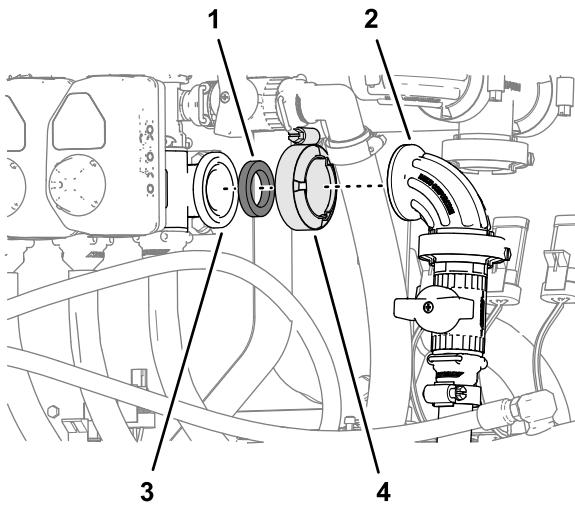

图139
4. 使用在步骤 1 中卸下的法兰夹具和垫片将可选喷枪杆套件或电动软管卷套件切断阀的 90° 接头组装到喷嘴阀 10 的法兰上并用手紧固夹具 图139。